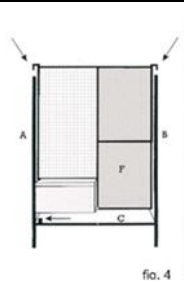

fig. 4
- Insérer le panneau avant F sur les parois latérales et sur l'axe du dessus grillagé C comme indiqué par les flèches (fig. 4)